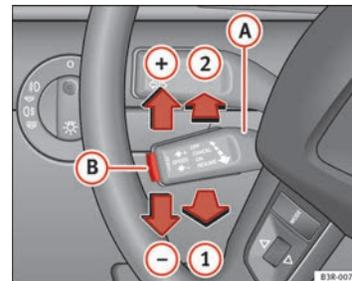

Abb. 154 Bedienelemente der Geschwindigkeitsregelanlage
- Ziehen Sie den Hebel **(A)** in Position  $\Rightarrow$  Abb. 154 **(1)**, um die Anlage einzuschalten.
⇒ Abb. 154 **(+)**.
⇒ Abb. 154 **(-)**.
⇒ Abb. 154 **(+)** wird die gewünschte Geschwindigkeit um etwa 2 km/h erhöht.
⇒ Abb. 154 **(-)** wird die gewünschte Geschwindigkeit um etwa 2 km/h verringert.
Falls beim vorübergehenden Ausschalten keine gewünschte Geschwindigkeit gespeichert war, können Sie eine neue gewünschte Geschwindigkeit wie folgt speichern: Fahren Sie mit der gewünschten Geschwindigkeit und drücken Sie dann kurz die Drucktaste → Abb. 154 (B) (SET).
- Drücken Sie den Hebel (A) → Abb. 154 in Position (2) (gerastet).